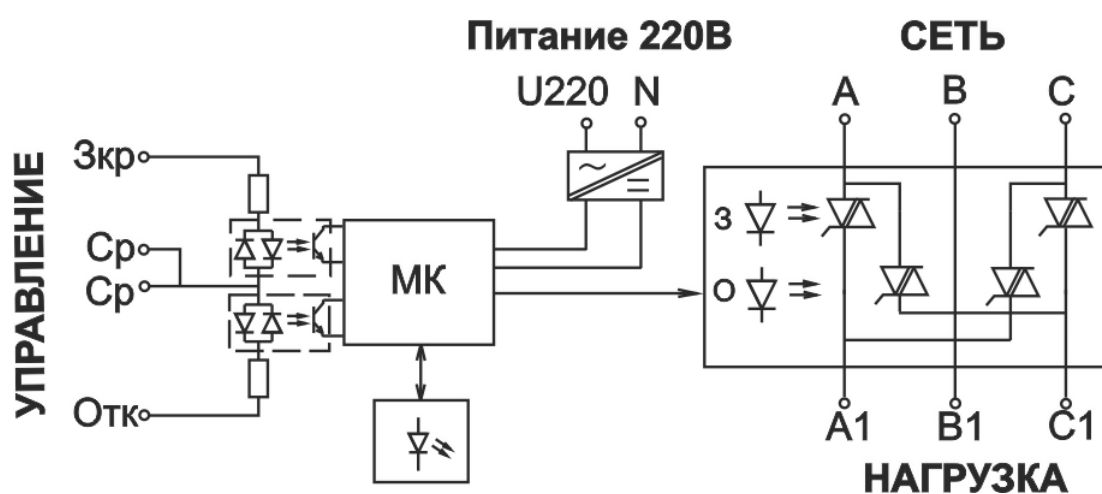

Рисунок 1 – Функциональная схема пускателей МСТ-300Р/220 и МСТ-301Р/220
1.3.5 Питание схемы управления пускателя осуществляется от двух клемм: «U220» и клеммы «N» (рис.1). Напряжение между этими клеммами должно быть 220В +10%/-15%.